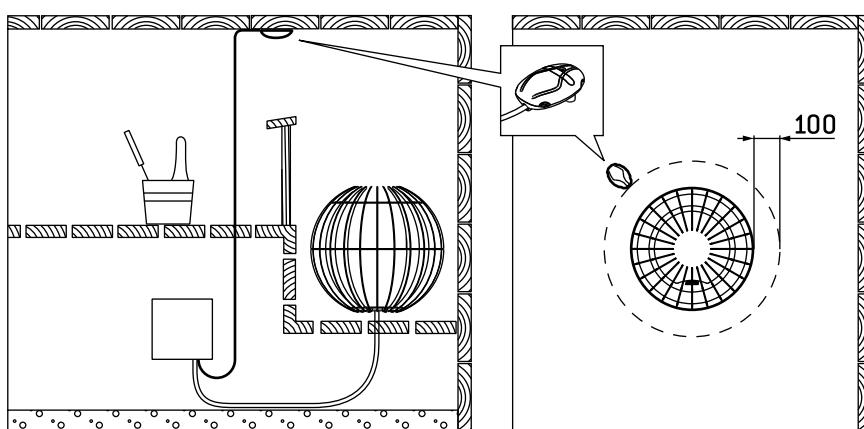

Рисунок 6. Установка температурного датчика (все размеры приведены в миллиметрах)
- GL:** Установите датчик на стену сауны, как показано на рис. 6. Вставьте кабель датчика в разъем нагревателя по принципу цветового соответствия.
- GL-E:** Установите датчик (WX248 поставляется вместе с каменкой) на стену сауны, как показано на рис. 6.
**Датчик следует устанавливать в место, указанное в данной инструкции (рис. 6). Если не соблюдается минимальное расстояние, следует переместить вентиляцию.**